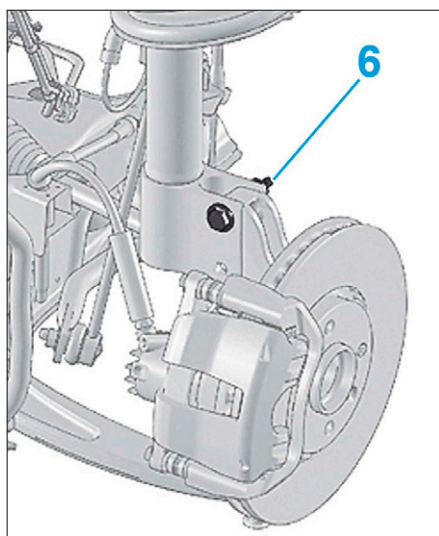

FIG. 4
- Replacer le pivot dans le corps d'amortisseur et le maintenir à l'aide d'une vis (6) (Fig.4).